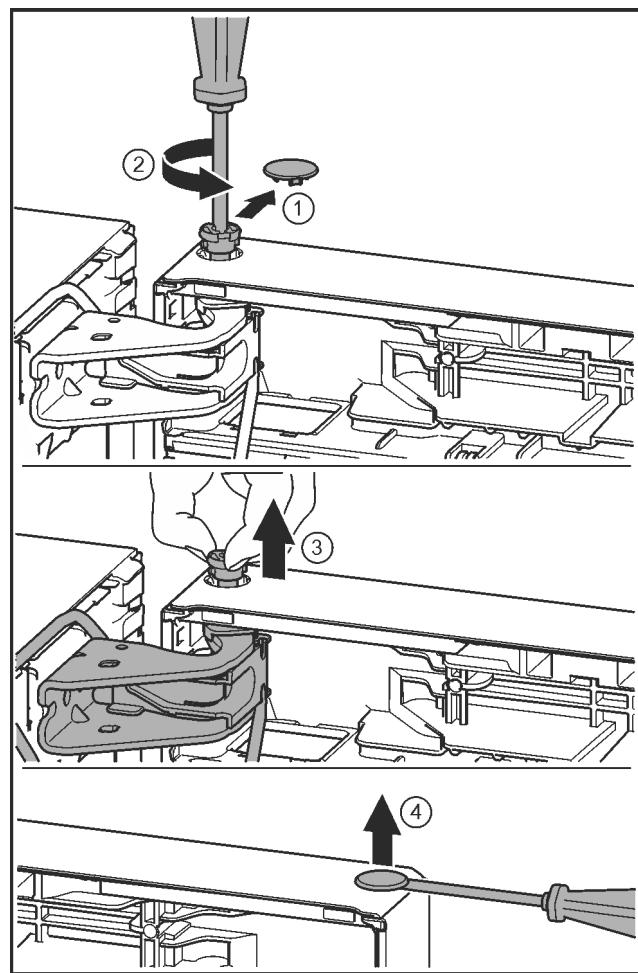

Fig. 21
- Sicherungsabdeckung vorsichtig abziehen. *Fig. 21 (1)*
- Bolzen mit Schraubendreher T15 ein Stück herausdrehen. *Fig. 21 (2)*
- Tür festhalten und Bolzen mit den Fingern herausziehen. *Fig. 21 (3)*
- Stopfen aus der Türlagerbuchse vorsichtig mit einem Schlitzschraubendreher anheben und herausziehen. *Fig. 21 (4)*